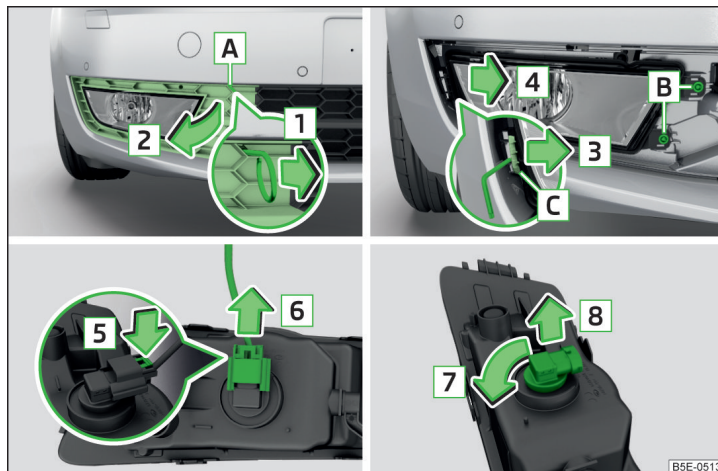

Fig. 228 Demontarea farului de ceață / înlocuirea becului cu incandescentă - varianta 1
- În orificiul [A] » fig. 228, introduceți cârligul pentru tragerea capacelor integrale de roată » pagina 222, Trusa de scule.
- › Introduceți farul de ceață în sens contrar săgeții [4] » fig. 228 și înșurubați-l.